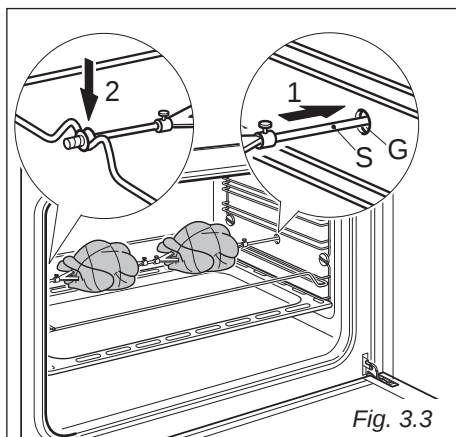

Fig. 3.3
- Insira completamente o suporte do assador; o veio “S” deve ser inserido (através da tampa do orifício) no colar “G” do motor do espeto (fig. 3.3).